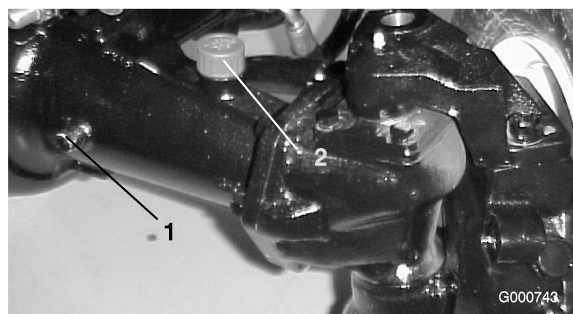

Figure 56
- Retirez un bouchon de contrôle (Figure 56) à une extrémité du pont et vérifiez si le lubrifiant atteint le bas du trou. Si le niveau est bas, retirez le bouchon de remplissage (Figure 56)